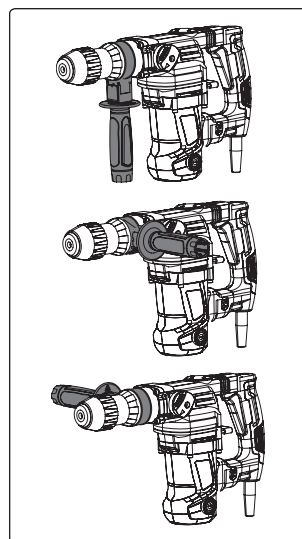

Abb. 2
- Vor der Sicherung drehen Sie den Griff in eine solche Position, dass Sie den Bohrhammer während der Arbeit fest, sicher und bequem halten können, siehe Abb. 2. (nur illustratives Bild).